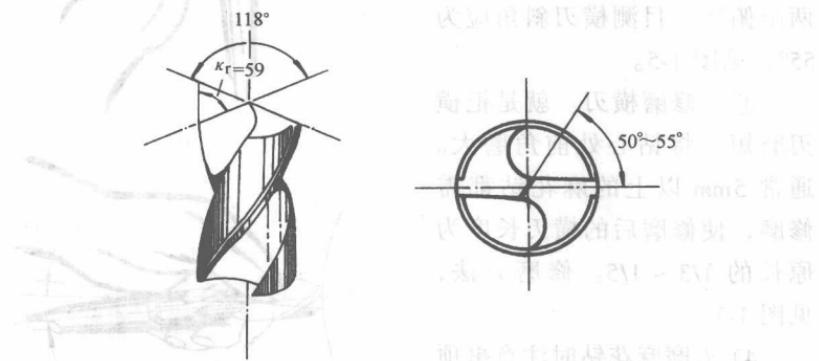

图 1-5
### 2) 刀磨麻花钻的要求 (图 1-5)
⑤ 检查横刃斜角应为 $55^\circ$ 。检查时，将麻花钻竖直，两眼俯视，目测横刃斜角应为 $55^\circ$ ，见图 1-5。